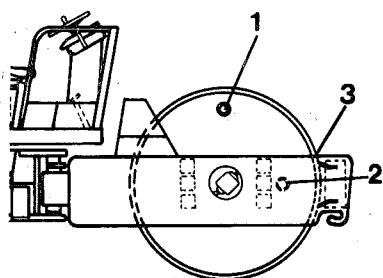

Fig 55 Oljepåfyllning
3 Kör välten på plant underlag så att pluggen (1) kommer rakt upp, se fig 55.